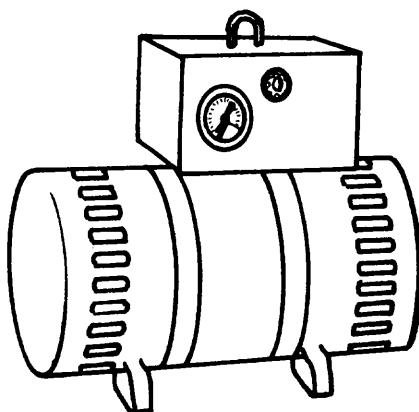

Fig. 1
a) Accionadas por motor eléctrico (fig. 1).